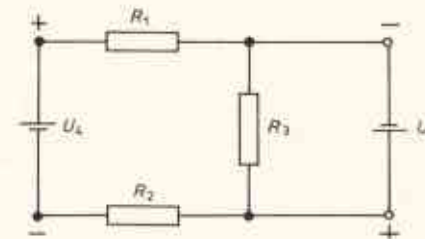

Abb. 2.17 – Schaltbild
3. Von nachstehender Fernmeldeschaltung (Abb. 2.17) betragen: